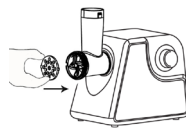

Рис. 5
- Выберите одну необходимую решётку (10) и установите её поверх ножа, совместив выступы на решётке с пазами в корпусе головки мясорубки (7) (рис. 5), закрутите гайку (11) (рис. 6).